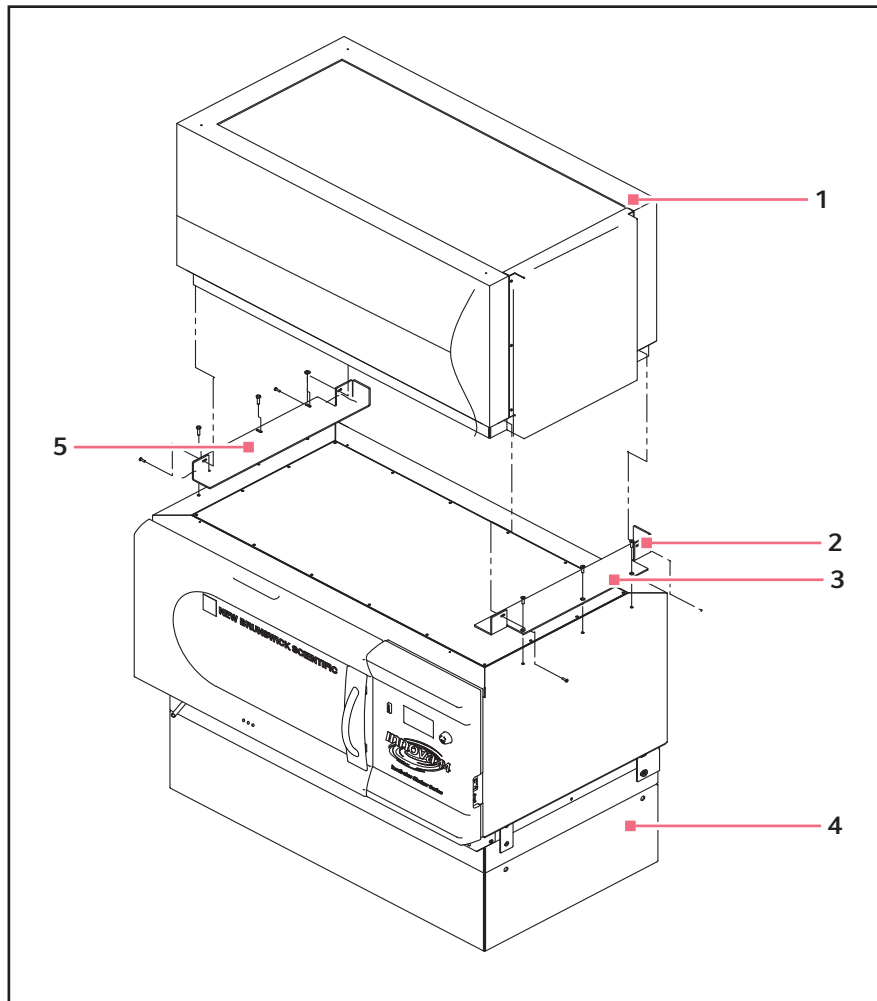

Fig. 6-6: Installazione di 4400/4430 a un kit di impilamento 44/44R
3. Facendo riferimento alla figura in basso (vedi Fig. 6-6 a pag. 28), togliere le viti installate sulla parte superiore dell'unità inferiore, sui due bordi ai lati.
4. Come indicato (vedi Fig. 6-6 a pag. 28), assicurare la base dell'agitatore superiore alle staffe di montaggio con le viti, le rondelle di arresto e le rondelle fornite. Assicurarsi di serrare prima il lato destro, poi di assicurare quello sinistro.